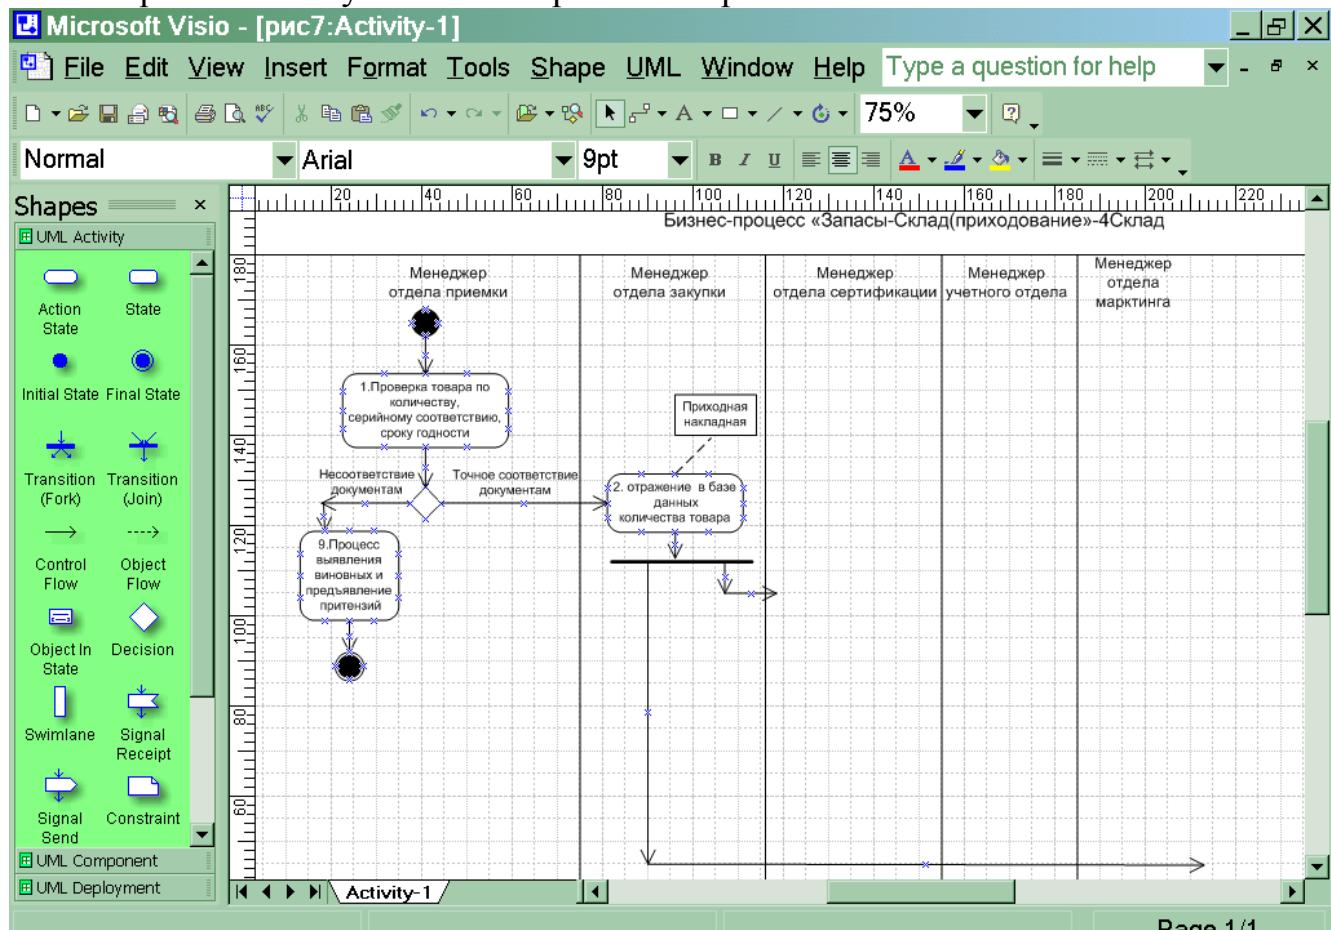

Рис.7 Диаграмма действий менеджера отдела приемки и менеджера отдела закупки
20. Сравните полученное изображение с рис.7
26. Соедините операцию №2 с операцией №8, используя ранее подготовленную стрелку (Рис. 7).